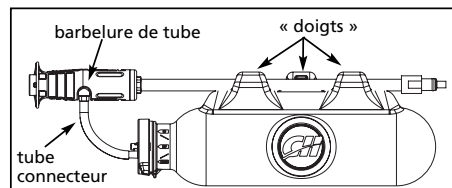

Figure 6
1. Placer le réservoir sur une surface solide, à plat. Placer ensuite la hampe de la lance entre les trois « doigts » sur le dessus du réservoir (voir la Figure 6). REMARQUE : L'ajustement est très serré. Attention pour éviter tout dommage durant l'installation. Si l'on réchauffe le doigt central avec un séchoir à cheveux cela facilitera l'installation.
2. Glisser l'extrémité libre du tube connecteur sur la barbelure de tube fixée à la tête de lance (voir Figure 6).